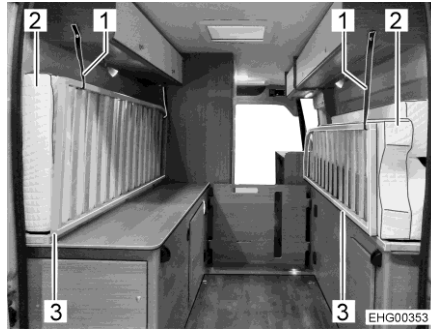

Bild 39 Matratzen und Bettroste
- Matratzen (mit Mittelbrett und Querstrebe) zur rechten und zur linken Seite umklappen, siehe Bild 39.
- Beide Bettroste (Bild 39,3) nach oben klappen.
- Auf beiden Seiten Matratzen (Bild 39,2) und Bettrost mit Sicherungsgurt (Bild 39,1) sichern.